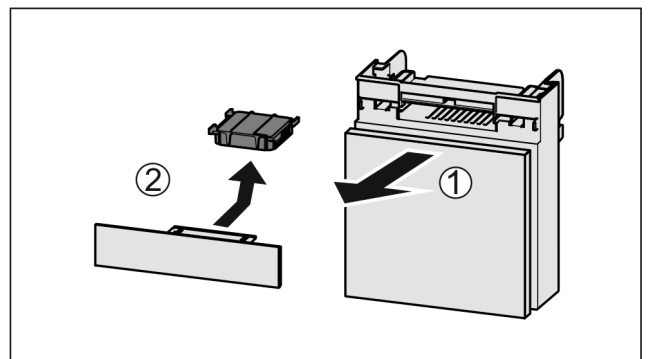

Fig. 200
- Retire el compartimiento hacia delante Fig. 200 (1).
- Retire el filtro de carbón activo Fig. 200 (2).